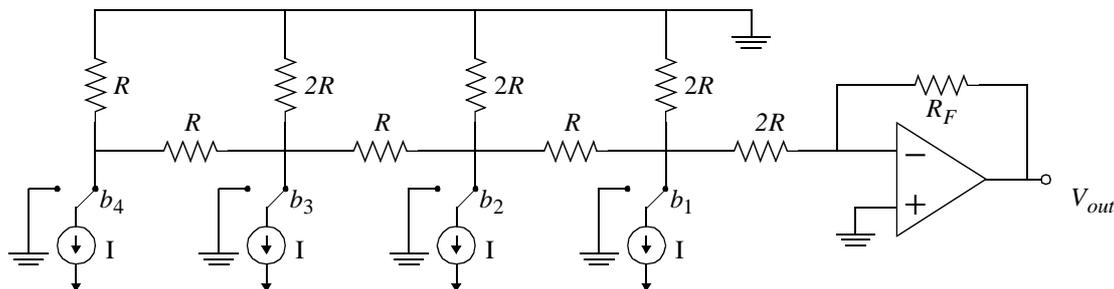

Figura 4: Convertidor de 4 bit basado en una escalera R-2R.
2.12) Mostrar el funcionamiento del convertidor D/A de la Figura 4. Estimar la velocidad de este circuito si el amplificador es ideal, $R = 10 K\Omega$ y todos los nudos tienen una capacidad a tierra de $0.5 pF$.
2.13) Considere el convertidor D/A mostrado en la Figura 4, donde $I = 1 mA$, $R_F = 2 K\Omega$ y $R = 10 K\Omega$. Si el convertidor es perfectamente lineal pero tiene un error de offset de $0.15 LSB$ y un error de ganancia de $0.2 LSB$, encontrar los niveles de salida para las entradas 0000, 1000 y 1111.